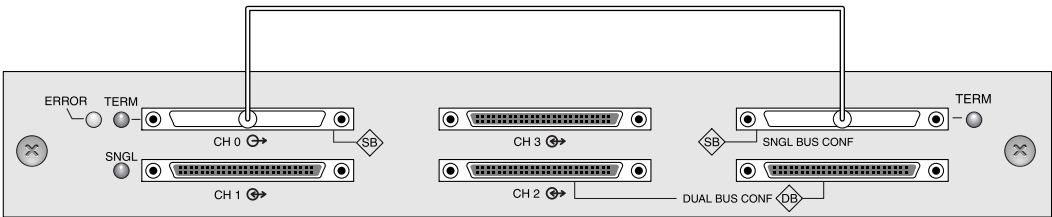

FIGURE 4-15 Connexion d'une configuration monobus : toutes les unités sont affectées à un unique canal (CH 0)
1. Pour configurer une baie RAID selon une configuration monobus, connectez le câble de raccordement SCSI entre les ports SCSI étiquetés « CH 0 » et « SNGL BUS CONF » comme indiqué à la FIGURE 4-15. Serrez les vis de calage du câble en donnant six tours dans le sens des aiguilles d'une montre afin de garantir un branchement et un fonctionnement corrects.